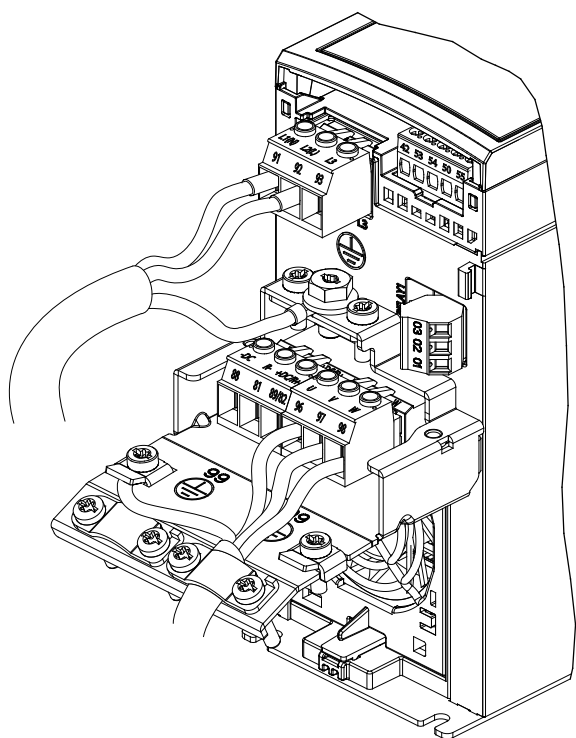
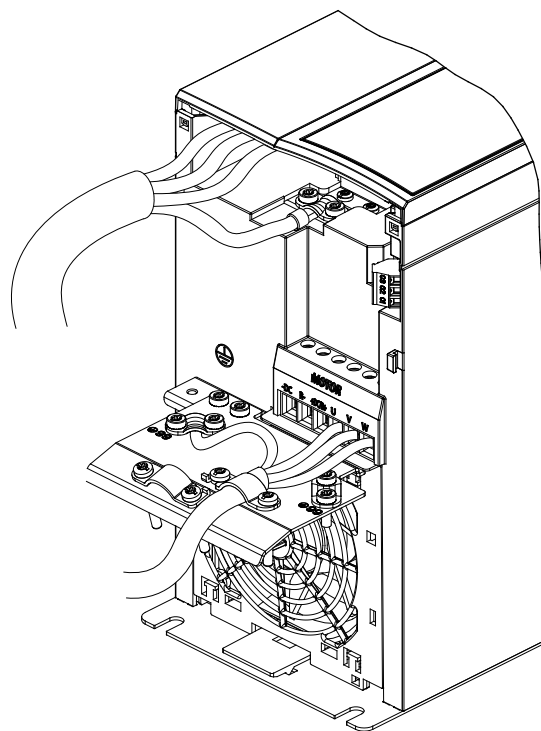
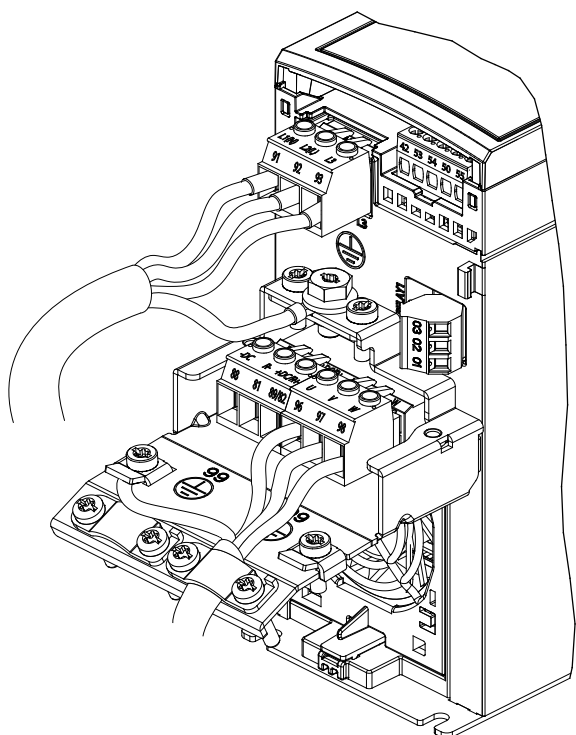

Ilustración 2.5 La alimentación, el motor y la conexión a tierra para unidades monofásicas (K1 y K2)
Ilustración 2.7 La alimentación, el motor y la conexión a tierra para unidades trifásicas (K4 y K5)
Ilustración 2.6 La alimentación, el motor y la conexión a tierra para unidades trifásicas (K1, K2 y K3)
La alimentación, el motor y la conexión a tierra para convertidores de frecuencia trifásicos y monofásicos se muestran en la Ilustración 2.5, la Ilustración 2.6 y la Ilustración 2.7, respectivamente. Las configuraciones reales pueden variar según los tipos de unidades y el equipo opcional.
1. Conecte los cables de alimentación de entrada de CA a los terminales N y L en unidades monofásicas (consulte la Ilustración 2.5) o a los terminales L1, L2 y L3 en unidades trifásicas (consulte la Ilustración 2.6 y la Ilustración 2.7).